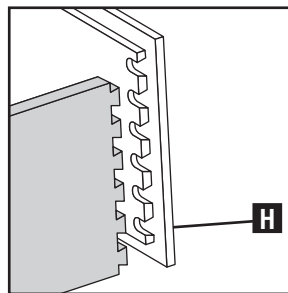

Fig. G1
Les queues d'aronde demi-cachées rainurées sont souvent utilisées pour créer des tiroirs frontaux (H), Fig. G1, qui ont un rebord rainuré (ou avec rebords).
- Une planche de tiroir frontal qui est **rainurée**, comme indiquée à Fig. G1.